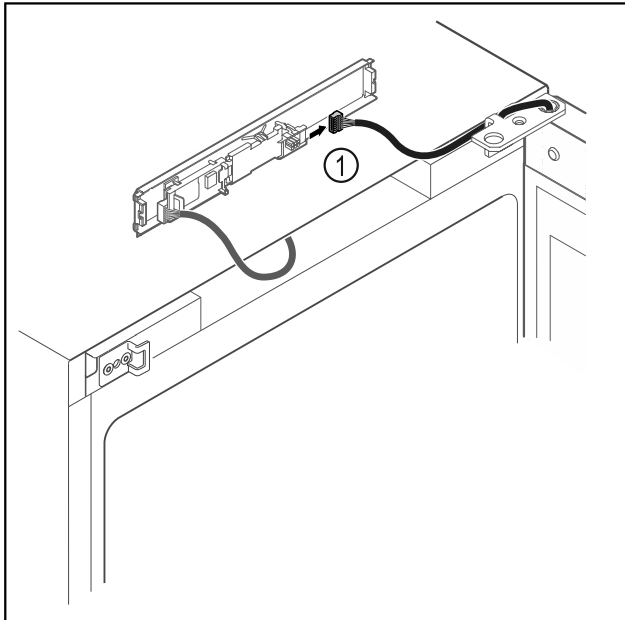

Fig. 19
- Stekker Fig. 19 (1) van printplaat loskoppelen.